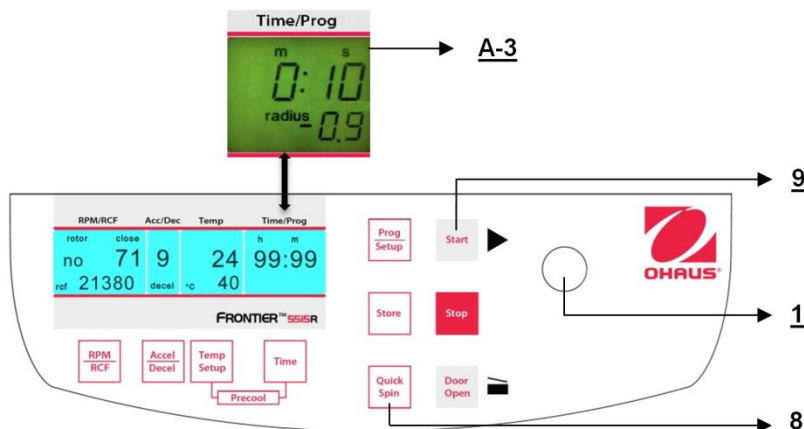

Figure. 26
La centrifugeuse peut être démarrée avec la touche **"Start"** (9) (voir la figure 26) ou avec la touche **"Quick Spin"** (8). Avec la touche **"Start"** (9), l'utilisateur peut démarrer des centrifugations mémorisées ou exécuter une centrifugation avec des paramètres présélectionnés manuellement. Lorsque les durées de fonctionnement présélectionnées sont terminées, la centrifugeuse s'arrêtera automatiquement. Avec la touche **"Quick Spin"** (8), l'utilisateur peut démarrer des centrifugations qui ne dureront que quelques secondes.